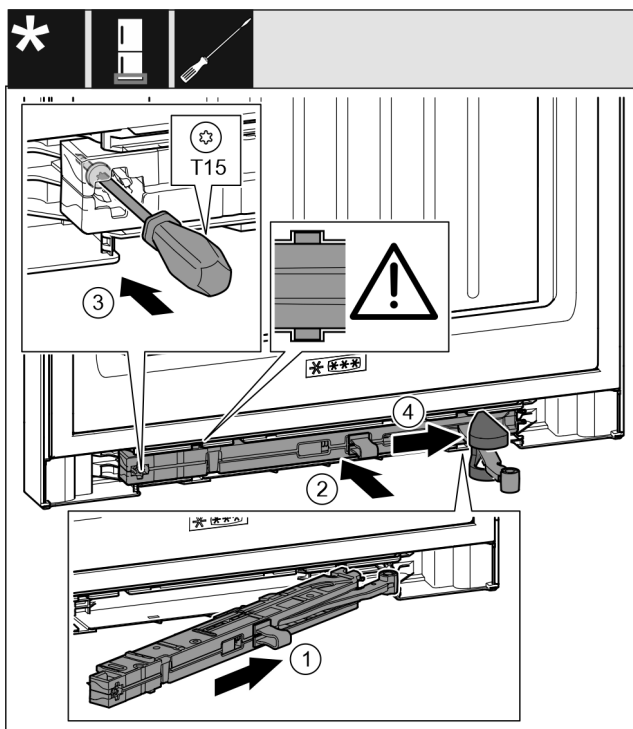

Fig. 45
- ▶ 将托架侧面的关门阻尼单元倾斜插入凹槽直至止挡装置。 Fig. 45 (1)
- ▶ 将关门阻尼单元完全地推入凹槽。 Fig. 45 (2)
- ▶ 用 T15 螺丝刀拧紧螺钉。 Fig. 45 (3)
- ▶ 将盖板推到铰链上方。 Fig. 45 (4)